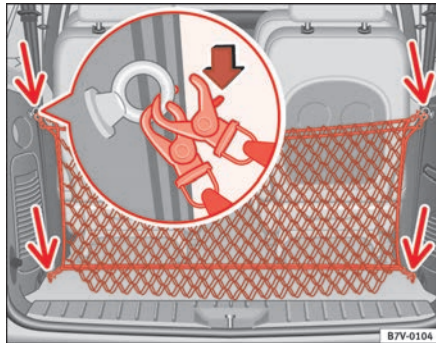

Abb. 115 Netztrennwand in eingebautem Zustand
- Zum Ausbauen der Netztrennwand hängen Sie die sechs Befestigungshaken ⇒ Abb. 115 (Pfeile) aus.